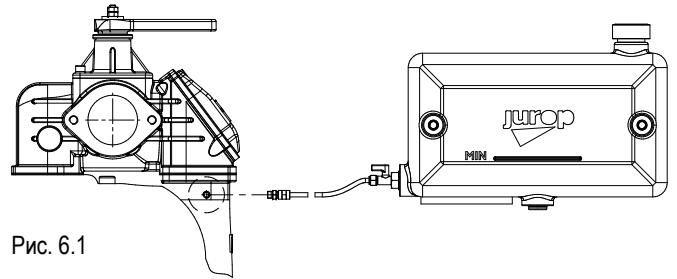

Рис. 6.1
1. Перед тем, как произвести промывку насоса, дождитесь его остывания. В случае если комплект еще не подключен, присоедините его к насосу (Рис. 6.1).